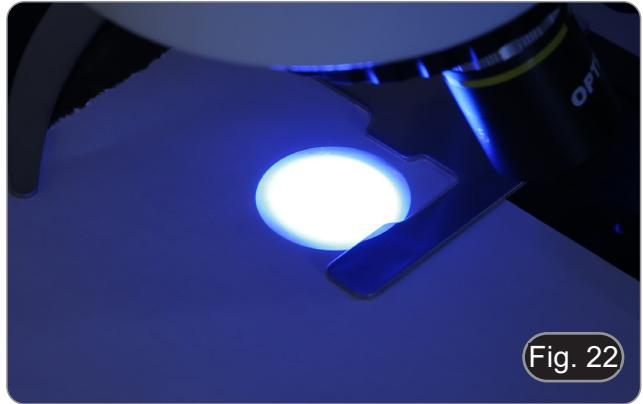

Fig. 22
7. Utiliser la vis de mise au point du collecteur ② pour agrandir l'image jusqu'à obtenir un éclairage homogène. (Fig. 22). Insérer un objectif dans le parcours optique et, regarder dans les oculaires pour améliorer l'éclairage en utilisant toujours les vis ② et ③.